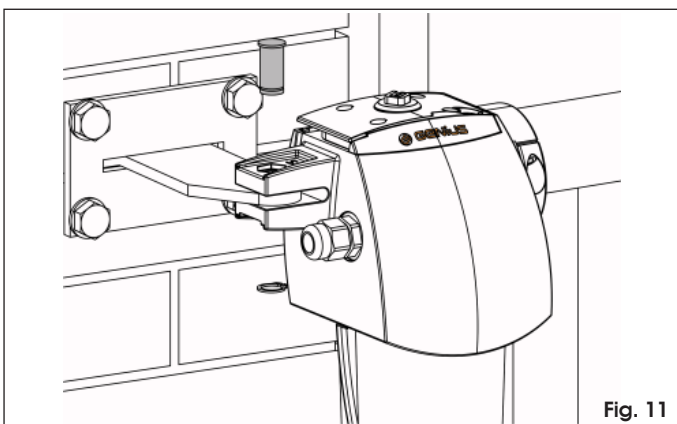

Fig. 11
- Fije el operador a la brida posterior anteriormente fijada utilizando los pernos y los anillos elásticos suministrados en dotación (Fig. 11).